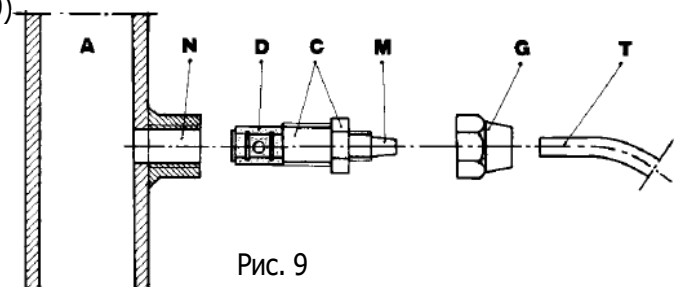

Рис. 9
g. - Виберіть найбільш підходяще місце для врізки в систему і встановіть в ньому коннектор (або трійник) з внутрішнім різьбленням 3/8 "(BSPm). Даний коннектор (або трійник) не входить в комплект поставки насоса. Вкрутіть в цей коннектор клапан впрыску реагенту, як показано на рис. 9. Потім підключіть шланг скидання до клапану впрыску і закрутіть гайку G. у даній ситуації клапан впрыску реагенту також виконує функцію безповоротного клапана (за допомогою циліндричної муфти, встановленої на клапані впрыску, виконаної з еластомеру Viton, що входить в стандартний варіант поставки насоса).
3.1. СХЕМА ВСТАНОВЛЕННЯ КЛАПАНА ВПРЫСКУ (Рис.9)